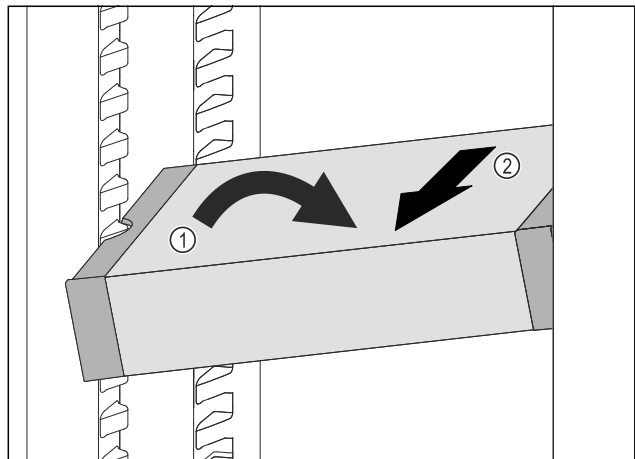

Fig. 47
- ▶ Impostare il vano frigorifero di VarioSafe ad angolo. Fig. 47 (1)
- ▶ Rimuovere VarioSafe tirando in avanti. Fig. 47 (2)